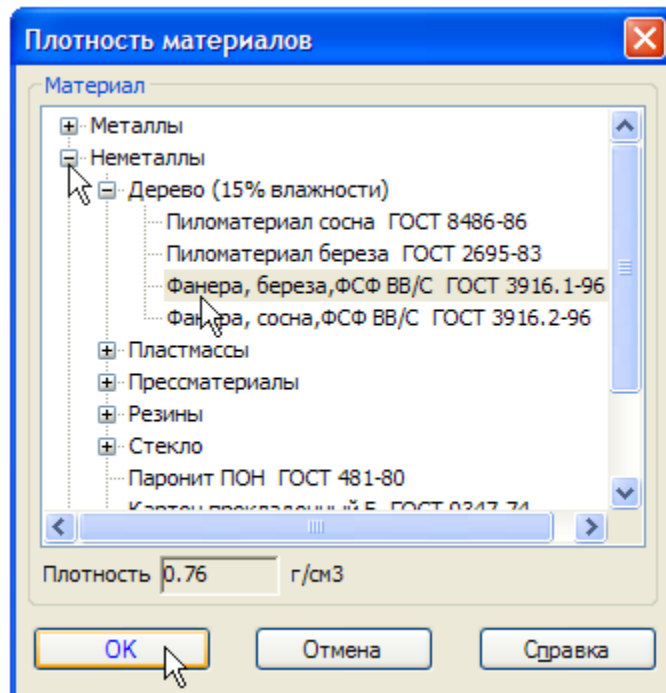

Рисунок 42.
- Назначьте детали материал из Справочника плотностей материалов (рис. 42).